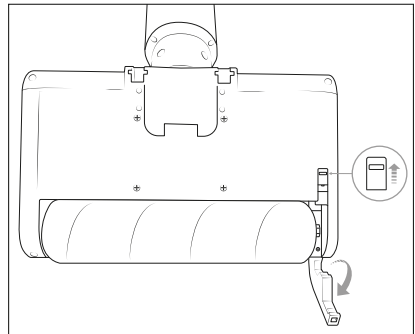

Abb. 12
- 2) Schieben Sie die Entriegelung an der Unterseite des Wischkopfs **7** mit dem Finger nach vorne. Klappen Sie dann die seitliche Halterung der Walzenbürste **12** nach unten (siehe Abb. 12).